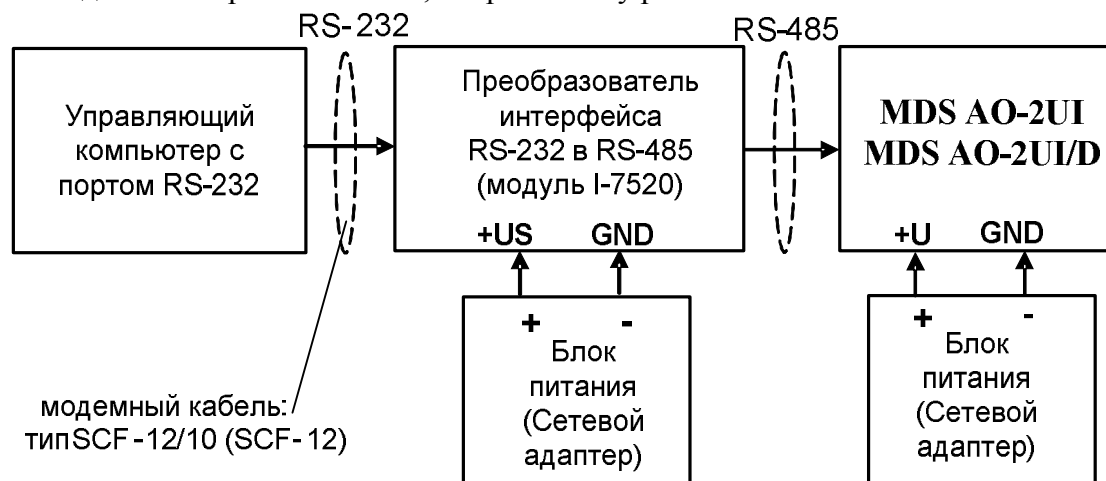

Рисунок 6.1 – Схема подключения модулей при подготовке к работе
- подготовить рабочее место, собрать схему рис. 6.1